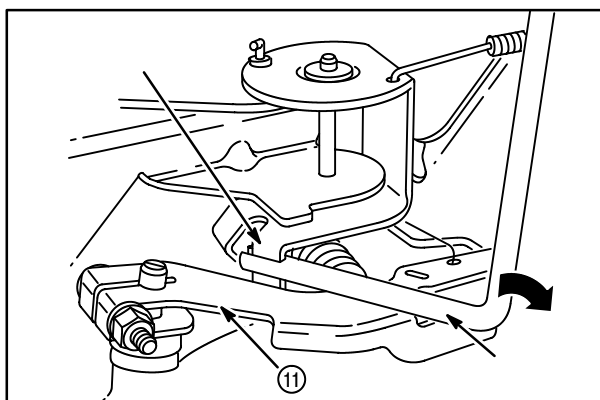

Fig. 23
11. Com a alavanca de controle do equipamento na posição SLOW (lento) e o motor funcionando sem carga no regulador, use a Chave do acoplador **19352** (10), para flexionar o acoplador limita a aceleração (9) de forma que apenas toque a alavanca do regulador (11), Fig. 23.